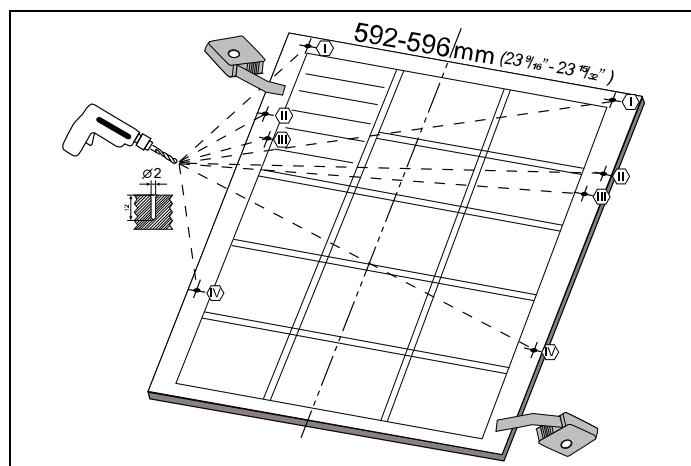

Fig. 24
Comme illustré dans la Fig. 24, vous devez mesurer la hauteur et la profondeur de l'armoire pour déterminer les dimensions de la porte extérieure.
- 2) Comme illustré dans la Fig. 24, le trou de vis est ouvert sur la porte extérieure à partir des points indiqués sur le gabarit de montage. Diamètre du foret : 5/64" (2 mm)